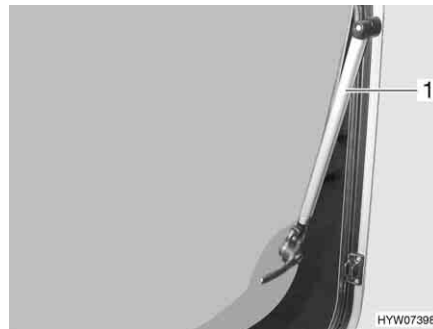

Fig. 95 Fenêtre projetante avec bras automatiques
- Ouvrir la fenêtre projetante jusqu'au cran d'arrêt souhaité. Le bras automatique (Fig. 95,1) s'enclenche automatiquement.